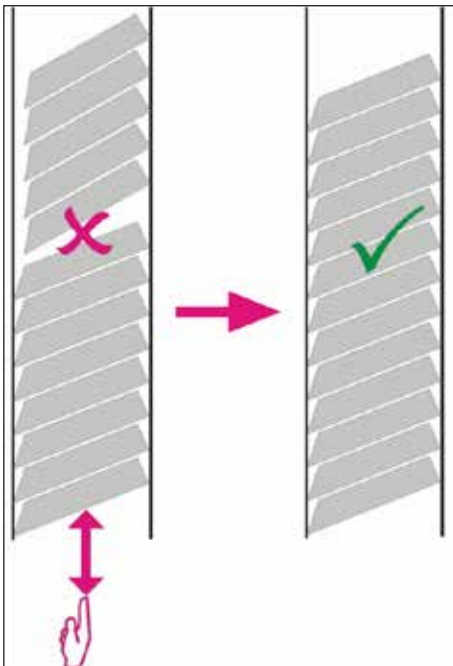

图 29
✓ 包埋盒随后应正确位于储存条中 (→ "图 29")。
- 如果使用斜插式包埋盒，要确保新插入的包埋盒与先前加载的包埋盒正确对齐 (→ "图 29")。